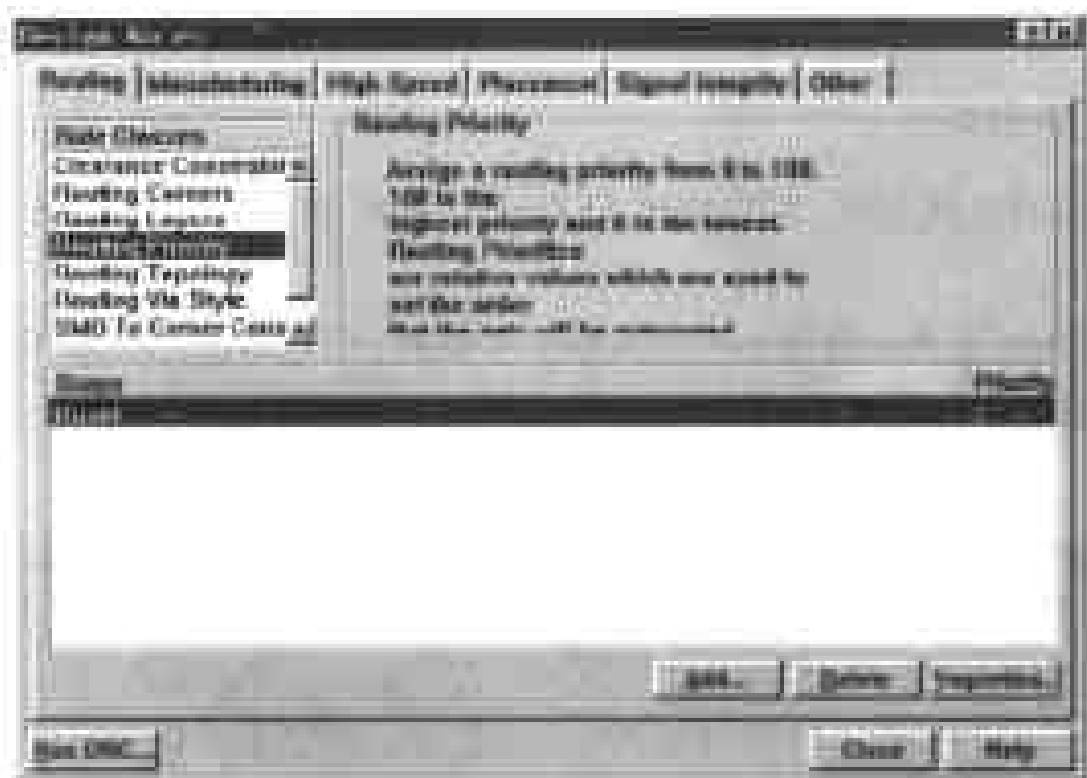
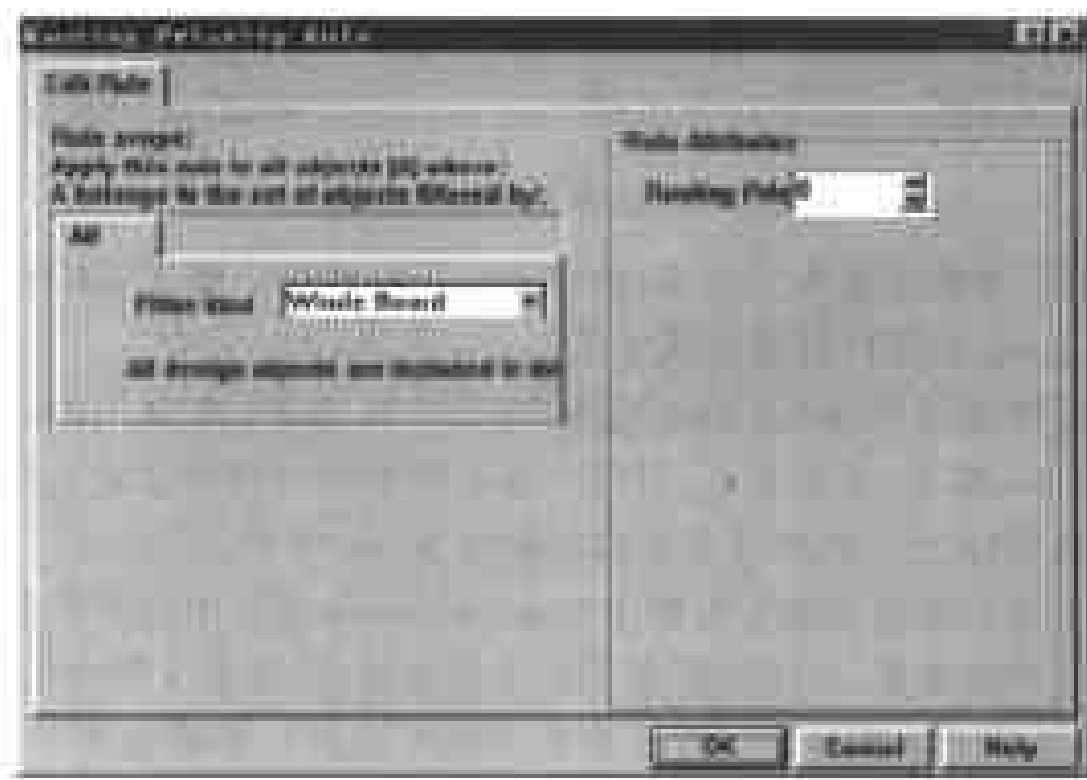

图 9-8 选择 Routing Priority
图 9-9 设置布线优先顺序的对话框
设置布线规则的选项,然后在 Rule Classes 列表框中单击 Routing Priority,此时的对话框如图 9-8 所示。
(2) 在对话框底部单击 Add 命令按钮,弹出如图 9-9 所示的对话框。在该对话框左边单击 Filter kind 选项的下拉列表框,在弹出的下拉列表中提供了 5 个选项:Whole Board, Net Class, Net, From-To Class 和 From-To,供用户设定对哪种类型的对象设置布线优先等级,此选项的设置情况将在图 9-8 所示对话框下部方框的 Scope 栏中显示出来。
情况将反映在图 9-8 所示对话框下部方框的 Priority 栏中。
(5) 设置好对话框中的各个选项之后,单击 OK 命令按钮,返回如图 9-8 所示的对话框,此时用户的设置情况将显示在对话框下部的方框中。